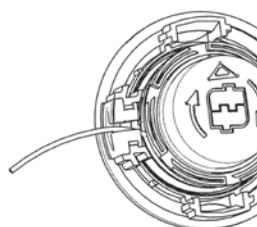

Рис. 23
- Продеть конец режущей лески через металлические адAPTERы, совместить верхнюю крышку с фиксатором катушки и сильно надавить на них, пока не услышите отчетливый звук щелчка (рис. 23 и 24).